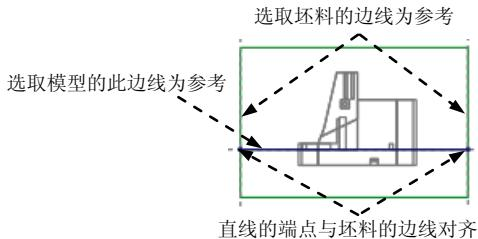
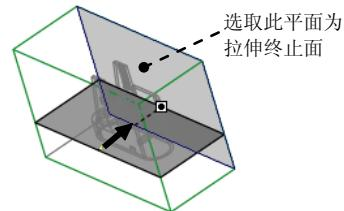

图 19.37 截面草图
图 19.38 选取拉伸终正面
(3) 进入草绘环境后，选取图 19.37 所示的坯料边线和模型边线为草绘参考，然后绘制截面草图 (即一条直线)，如图 19.37 所示。完成特征截面的绘制后，单击“草绘”操控板中的“确定”按钮 。
(4) 设置深度选项。
① 在操控板中选取深度类型 (到选定的)。
② 将模型调整到图 19.38 所示的视图方位，选择图 19.38 所示的平面为拉伸终正面。
(5) 在“拉伸”操控板中单击 按钮，完成特征的创建。